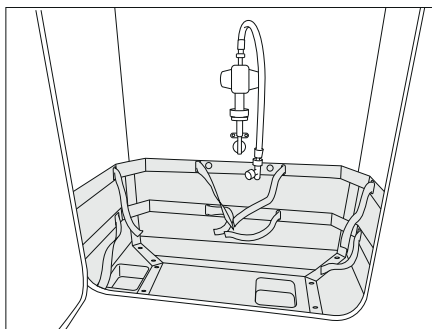
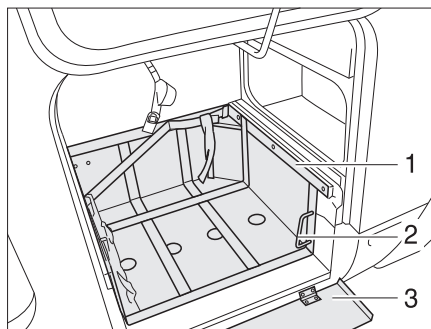

Fig. 239 Vano portabombole
Fig. 240 Vano portabombole, con carrello estraibile
- Se è disponibile una lamiera di protezione (Fig. 240,3), ribaltare la lamiera verso il basso.
- Sbloccare la slitta (Fig. 240,1) con maniglia (Fig. 240,2).
- Estrarre interamente la slitta (Fig. 240,3).
- Riportare indietro la maniglia (Fig. 240,2).
- Sbloccare la slitta (Fig. 240,3) con maniglia (Fig. 240,2).
- Inserire del tutto la slitta (Fig. 240,3) e riportare indietro la maniglia (Fig. 239,2).
- Se è disponibile una lamiera di protezione (Fig. 240,1), ribaltare la lamiera verso l'alto.